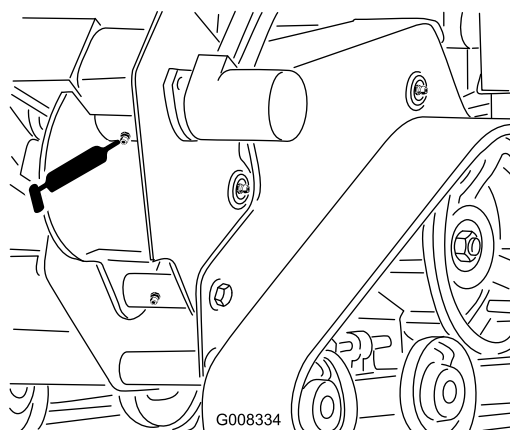

Figura 29
3. Pulite il raccordo di ingrassaggio della scocca della catenaria con un panno e montatevi un ingrassatore a pressione (Figura 29).